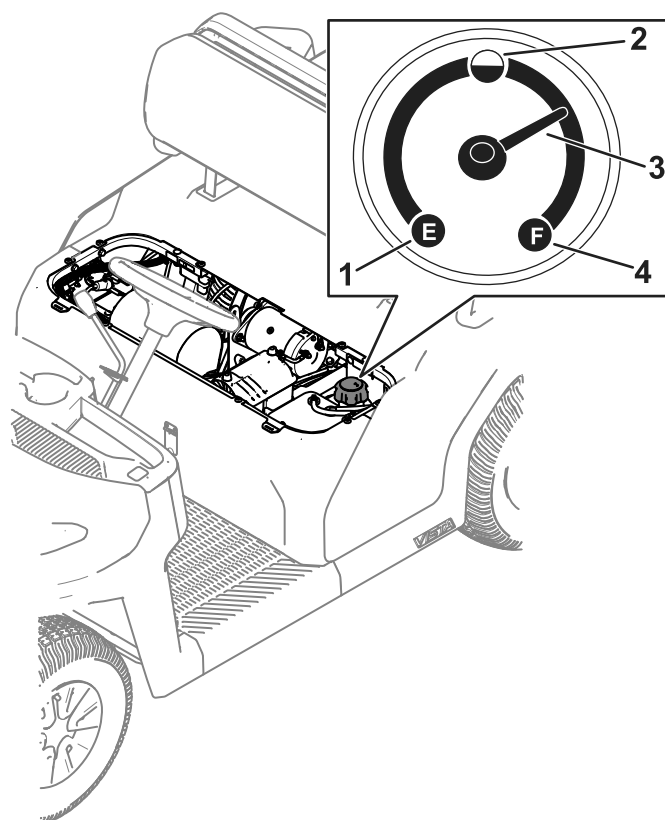

Figura 14
5. Limpe a zona em torno do tampão do depósito de combustível (Figura 14).